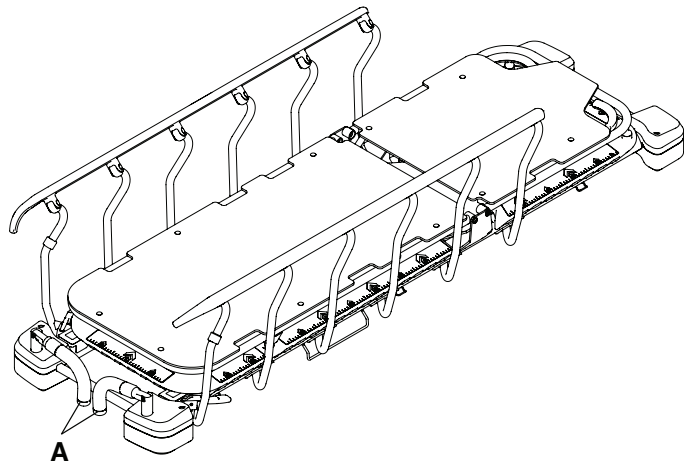

图 10 – 收起足端推动把手
4. 采取相反的操作步骤收起足端推动把手(A) (图 10)。